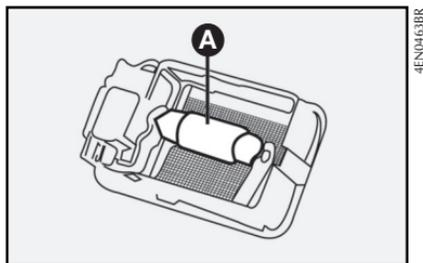

fig. 64
- quite la lámpara de sus contactos de retención y cámbiela por una lámpara nueva **fig. 64**.